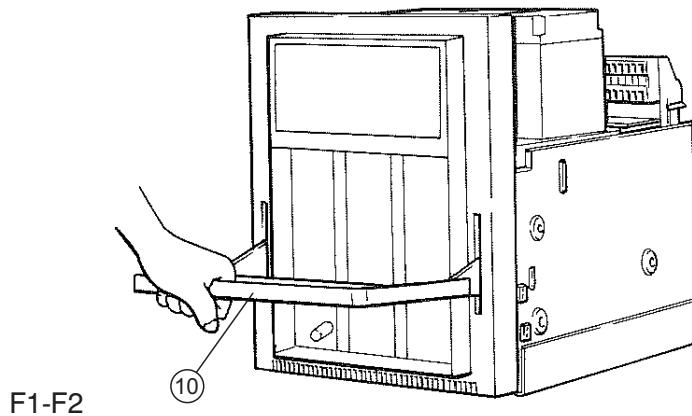

Fig. 9
Position the racking-out lever (10) as shown in the figure 9/10.
Den Ausfahrhebel (10) wie in Abbildung 9/10 dargestellt ansetzen.
Positionner le levier de sectionnement (10) comme illustré dans la figure 9/10.